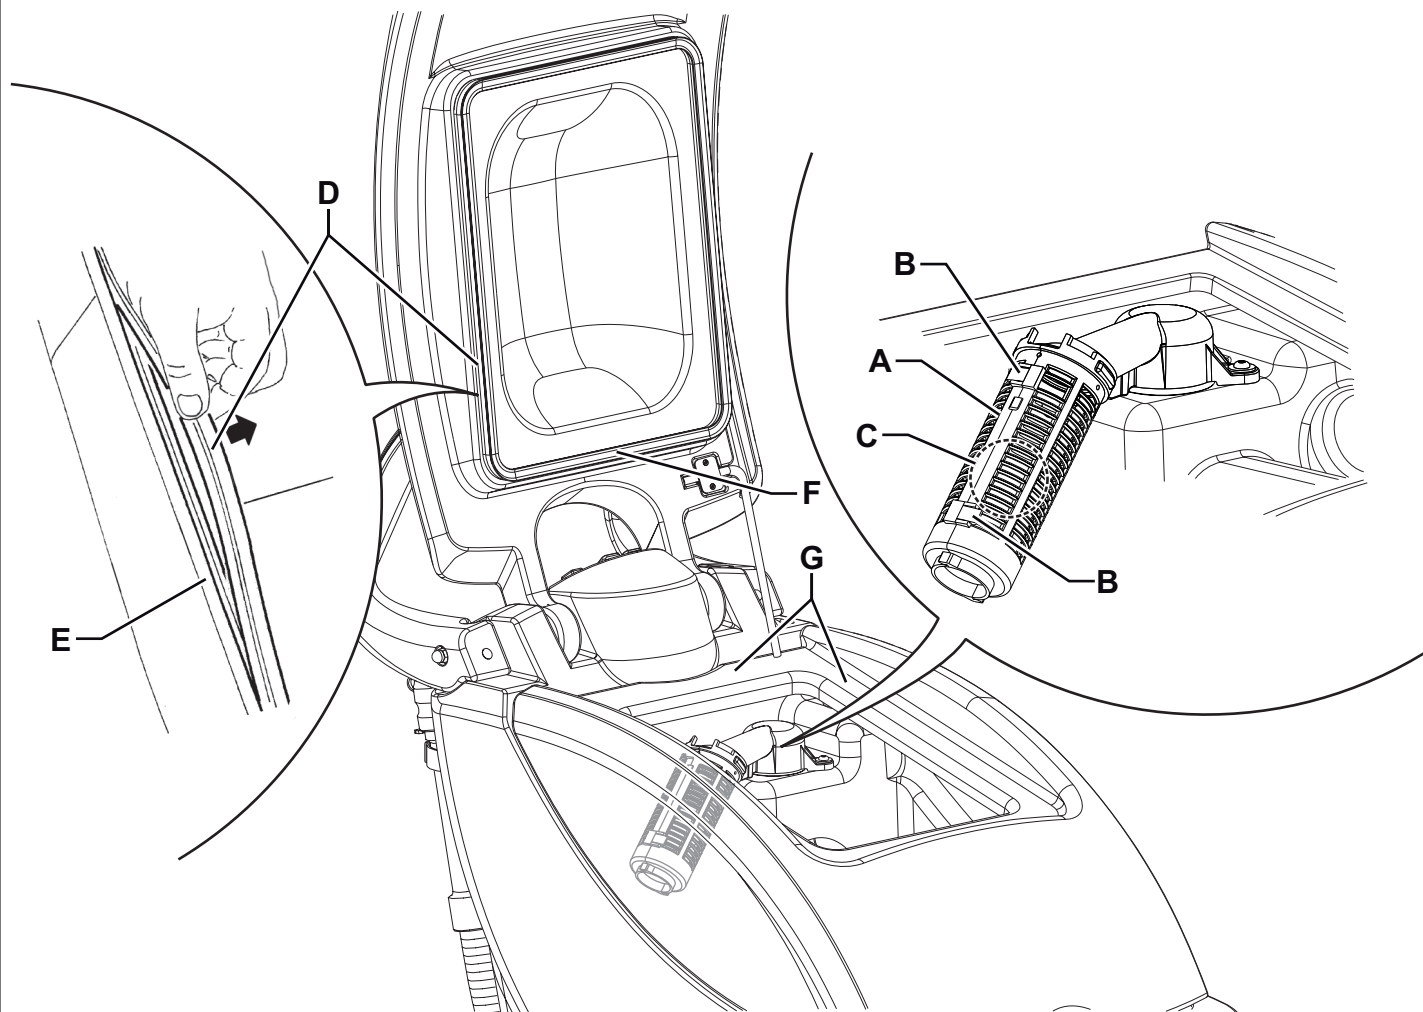

Рис. 8
3. Откройте крышку (41), затем очистите и промойте чистой водой ее, бачки (30 и 31) и вакуумную решетку (46). Спустите воду из бачков с помощью сливного шланга (16) и шланга (18).
4. Если необходимо, освободите фиксаторы (B, Рис. 8) и откройте решетку (A); восстановите поплавков (C), очистите все компоненты и затем установите их заново.
5. Проверьте, цела ли прокладка крышки бачка с восстанавливающей водой (D).